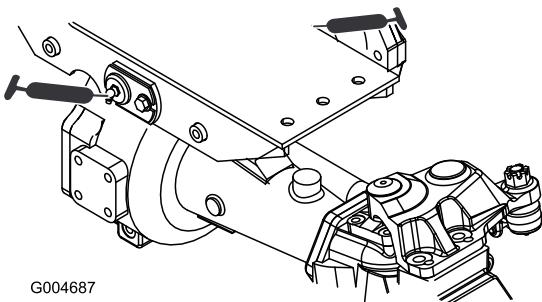

Figura 38
- Boccole orientabili (2) dei ponti anteriore e posteriore (Figura 38)